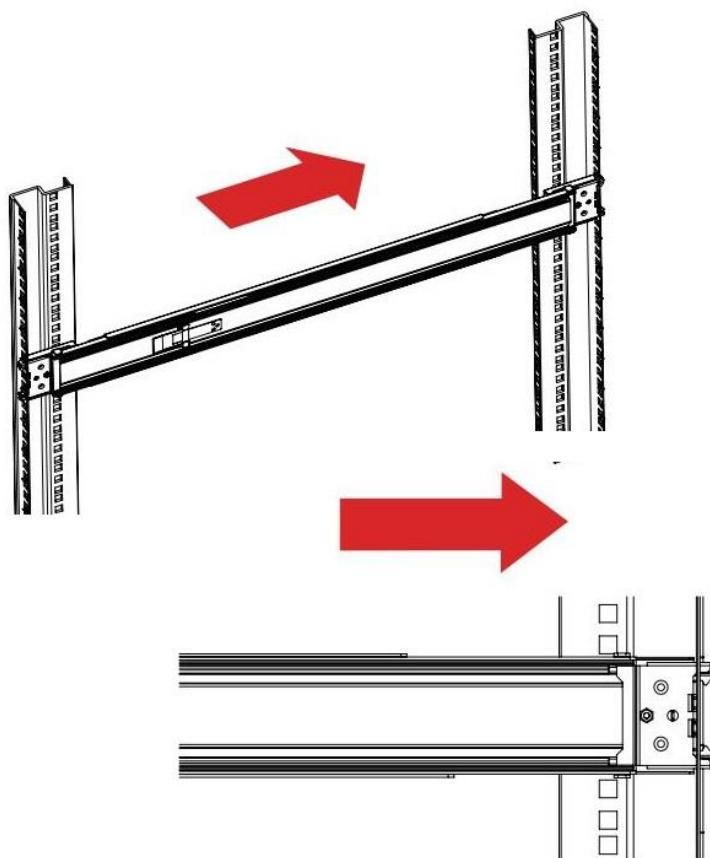

Рисунок 135 – Установка рельса
4. Выровняйте задний конец рельса по горизонтали и защелкните на дальней стороне стойки, как показано на Рисунок 135.